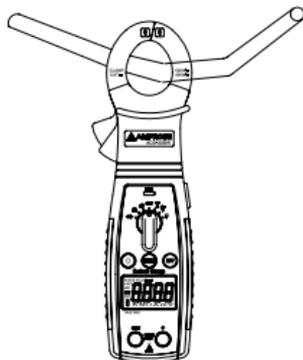

图3. 测量交流电流
3. 将钳口夹住导线或导体。松开钳夹扳机。导线应置于钳口的中心位置。请参考图3。